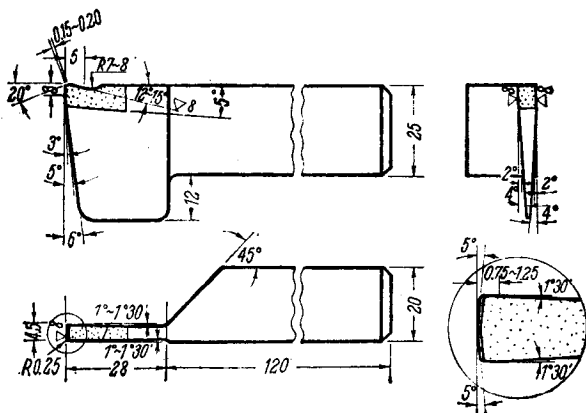
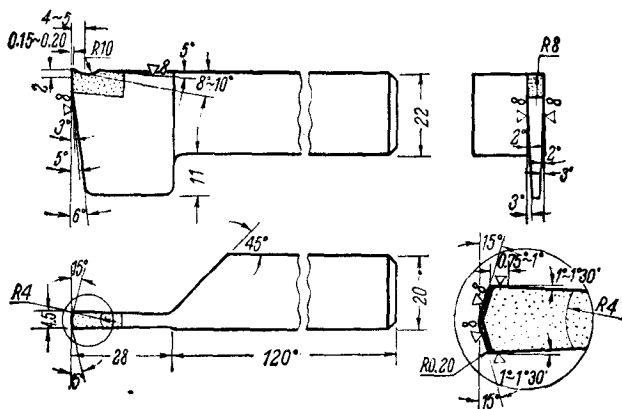

图 1
图 2
一、强 力 割 刀 (图 1)
二、六角钢强力割刀 (图 2)
根据加工六角钢的特点, 若仍旧采用图 1 的割刀, 则刀具的耐用度显著下降, 并且很容易产生崩刃, 还有严重的打刀现象。在实践中, 我厂老师傅感到图 2 的割刀比较好。此刀除有上述割刀特点外, 还有下列几点。
2. 主切削刃是 15° 的等分斜刃，也就是主偏角 $2\varphi=150^\circ$ 。这样比图 1 的割刀更可以保证走刀的直线性，同时单位主切削刃上的负荷也更轻了。这样，还可以使切屑有较大的横向收缩，减少了切屑与工件的摩擦，提高了零件的表面光洁度。但是另一方面，使切屑变形较大，总负荷比图 1 的割刀要大。